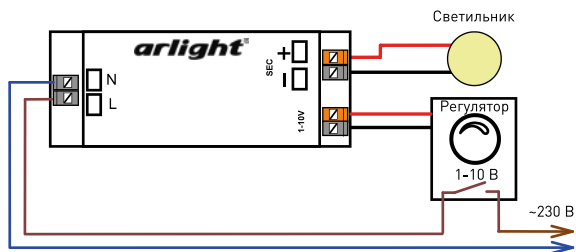

Рисунок 1. Пример подключения блока питания
- 3.6. Подключите регулятор 1–10 В согласно схеме рисунок 1, допускается подключение как активной, так и пассивной панели. Следует учесть пусковые токи, которые будут проходить через контакты выключателя, что приводит к ограничению количества одновременно подключаемых блоков питания, в противном случае, для увеличения числа одновременно подключаемых блоков питания, нужно будет использовать контактор(ы).